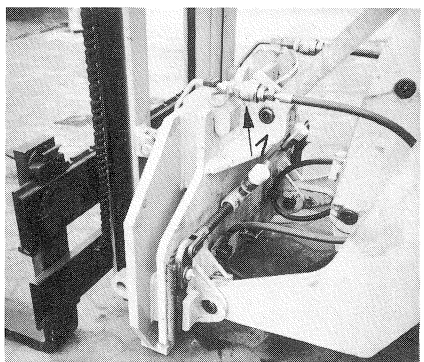

FIG. 40
(3) A l'aide des raccords rapides (fig.40/1) rélier la connexion hydraulique entre le mât élévateur et la chargeuse. Vérifier le fonctionnement de l'interrupteur "E".